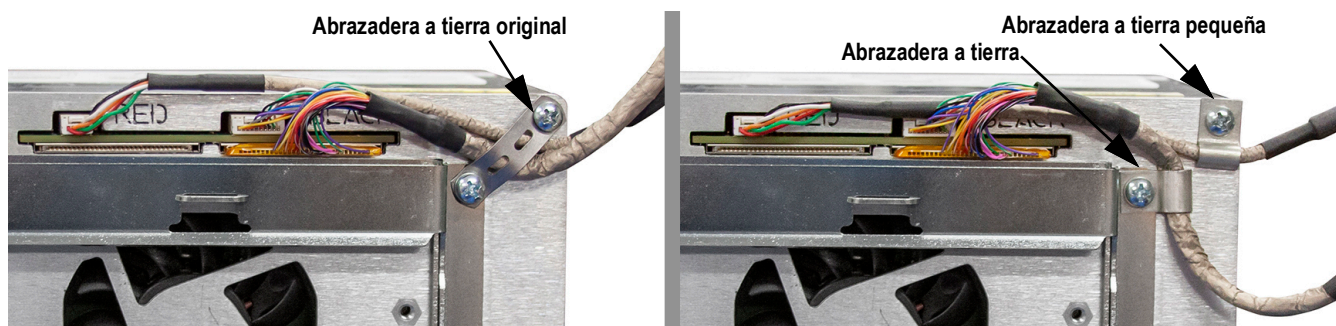

Figura 2-19. Puesta a tierra del blindaje de la caja del controlador
7. Retire la abrazadera a tierra original usada para los cables de pantalla y pantalla táctil, consulte la Figura 2-19 en la página 33.
8. Ponga a tierra el cable de pantalla y el cable de pantalla táctil a través de la caja del controlador usando las dos abrazaderas de puesta a tierra. La abrazadera de puesta a tierra N.º de ref. 193810 posee un radio menor, y se debe usar para el cable de pantalla táctil.